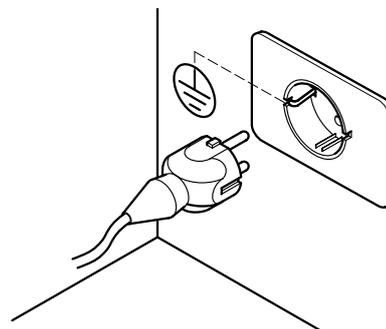

Abb. 6.6.1
**Der Stromkreis muss mit einer Erdung und einem Differenzschalter gemäß den geltenden Vorschriften ausgestattet sein (Abb. 6.6.1).**